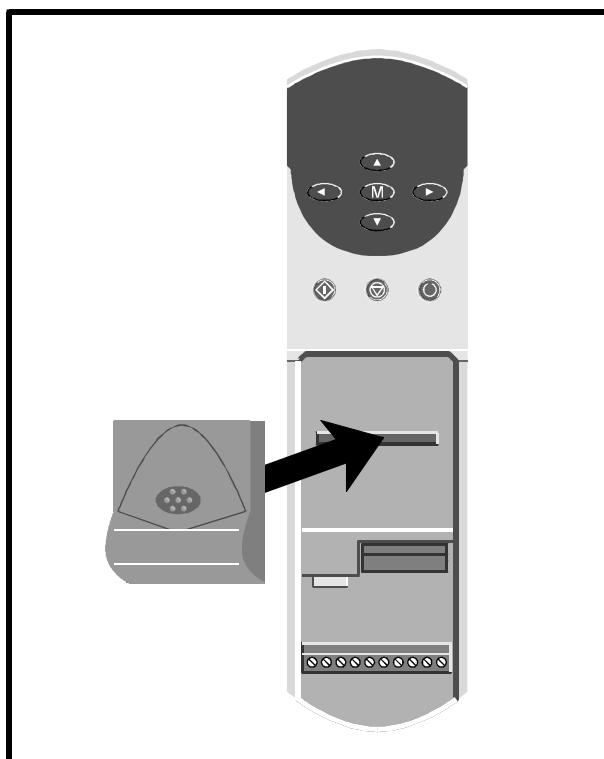

Figura 1 *Instalación del UD50 en el Unidrive*
- 4 Coloque el conector de varias vías en la parte posterior del UD50, encima del conector del accionamiento (consulte la Figura 1), y presione en el soporte táctil hasta colocar el UD50 en su lugar.